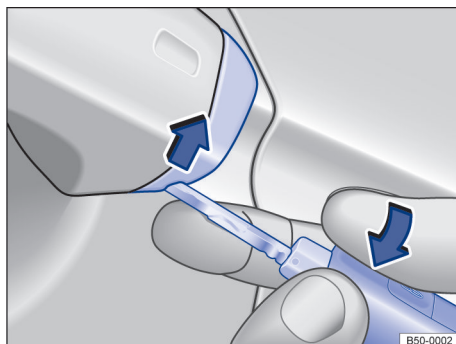

Fig. 59 Maçaneta da porta do condutor: levantar a capa de cobertura.
- Levantar a capa de cobertura com a chave do veículo no sentido da seta → Fig. 59. ▶